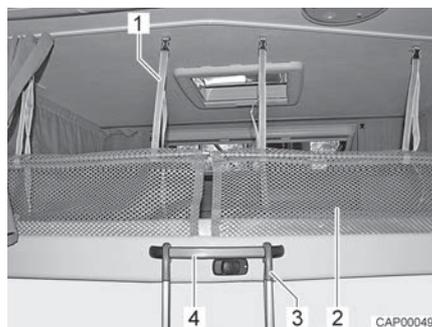

Fig. 63 Escalera de ascenso y red de seguridad
- Enganchar la escalera de ascenso (Fig. 63,3) con las dos horquillas en el asidero (Fig. 63,4) de la cama elevada.
Las redes de seguridad (Fig. 63,2) con los cinturones de sujeción están guardadas debajo del colchón. Extender las redes de seguridad apenas cuando las personas ya se encuentren en la cama elevada.
- Engatillar los cinturones de sujeción (Fig. 63,1) en los soportes en el techo.